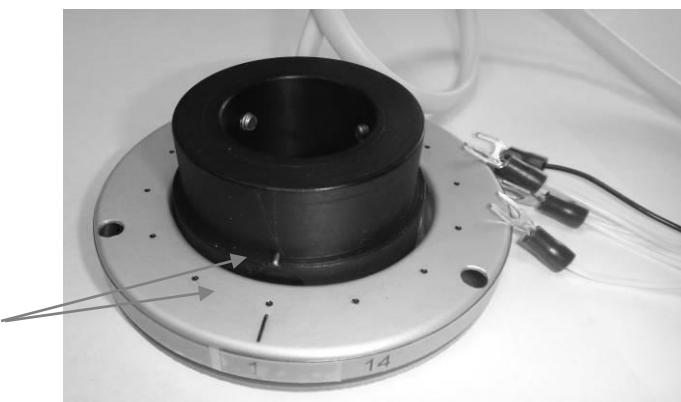

Рис.1
Общий вид ДКП ПСМ приведен на рис.1
Обойма магнита выполнена из капролона. В нижней части обоймы диаметром 55мм встроен цилиндрический магнит, ось которого направлена по радиусу обоймы. Положение оси магнита обозначено риской (рис.1).
4. С помощью фиксирующих винтов закрепить обойму магнита на оси вала ПСМ, предварительно точно установив его положение относительно блока преобразователей. Для точного позиционирования по высоте необходимо совместить плоскости, обозначенные на рис.1 буквой «А». Для точного позиционирования по углу вращения необходимо совместить черную черту на обойме с риской на блоке преобразователя (рис.1). ВНИМАНИЕ! Положение ПСМ при этой операции должно быть установлено на первое направление (код 0001).